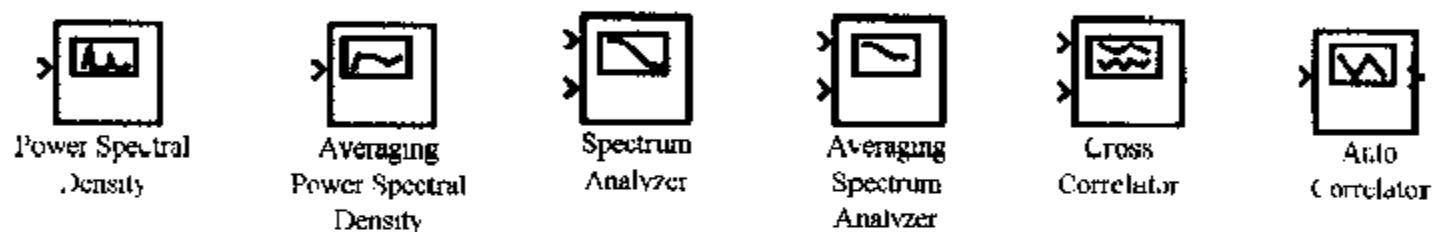

图 6.55 附加接收库中的模块
3) 附加接收库包含的模块如图 6.55 所示。有: 功率谱密度模块, 平均功率谱密度模块, 谱分析器模块, 平均谱分析器模块, 互相关器模块, 自相关器模块。